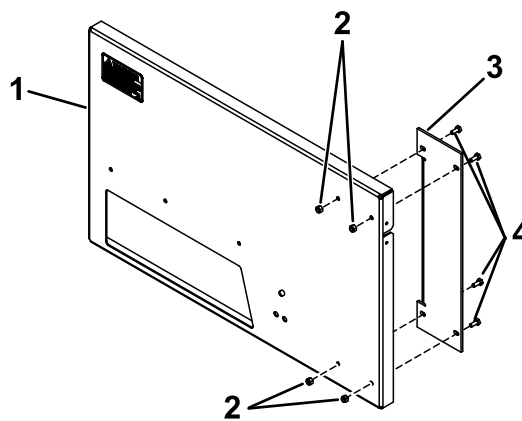

図 1
1. バックプレートにサポートを取り付けるボルト $\frac{1}{4} \times \frac{5}{8}$ "4本とロックナット $\frac{1}{4}$ "4個を使用する 図 1。